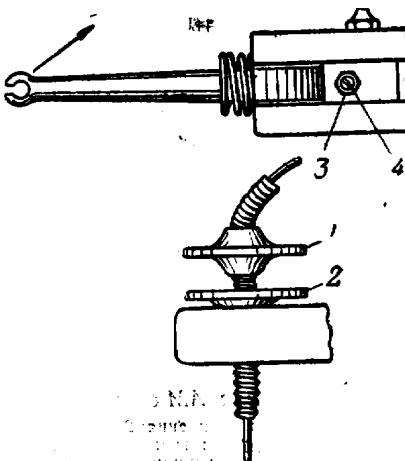

Рис.6. Регулировка муфты сцепления:
2. При пробуксовке дреков сцепления, отпустив предварительно контргайку 2 (рис. 6), завертывать регулировочную втулку 1 троса сцепления (на коробке передач) до появления свободного хода рычага сцепления.
3. Если сцепление «ведет», т. е. диски сцепления разъединяются не полностью, следует отвертывать регулировочную втулку 1 (см. рис. 6) троса сцепления.